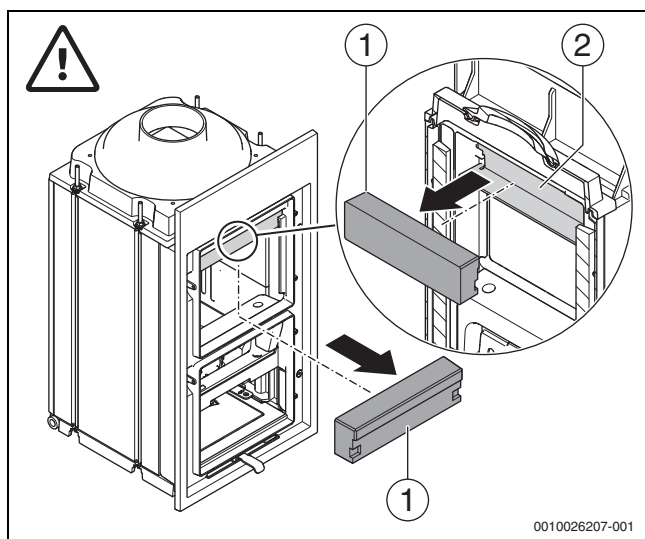

Bild 19 Oberen Stein ausbauen
- Durch die Füllraumbür greifen und den Stein (→ Bild 19, [1]) nach hinten entnehmen.